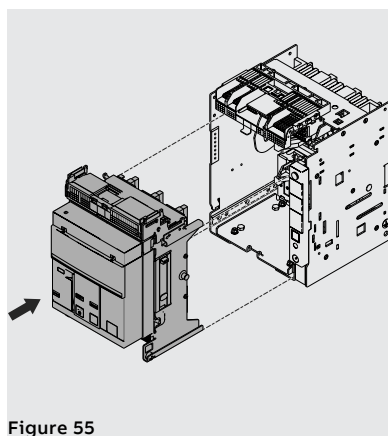
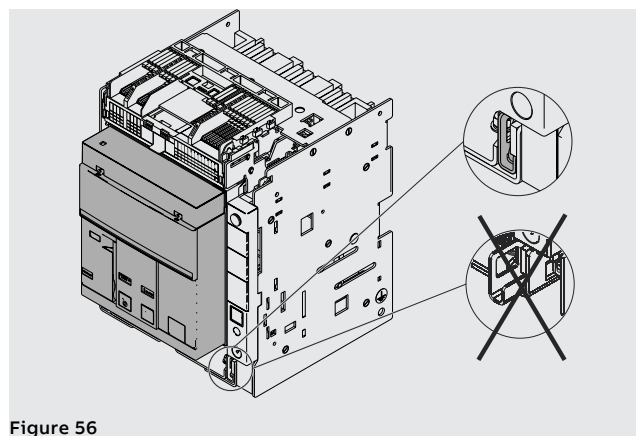

Figure 55
Figure 56
3. Placer la partie mobile dans la partie fixe et la pousser jusqu'à ce qu'elle arrive en butée. Voir Figure 55 et Figure 56.